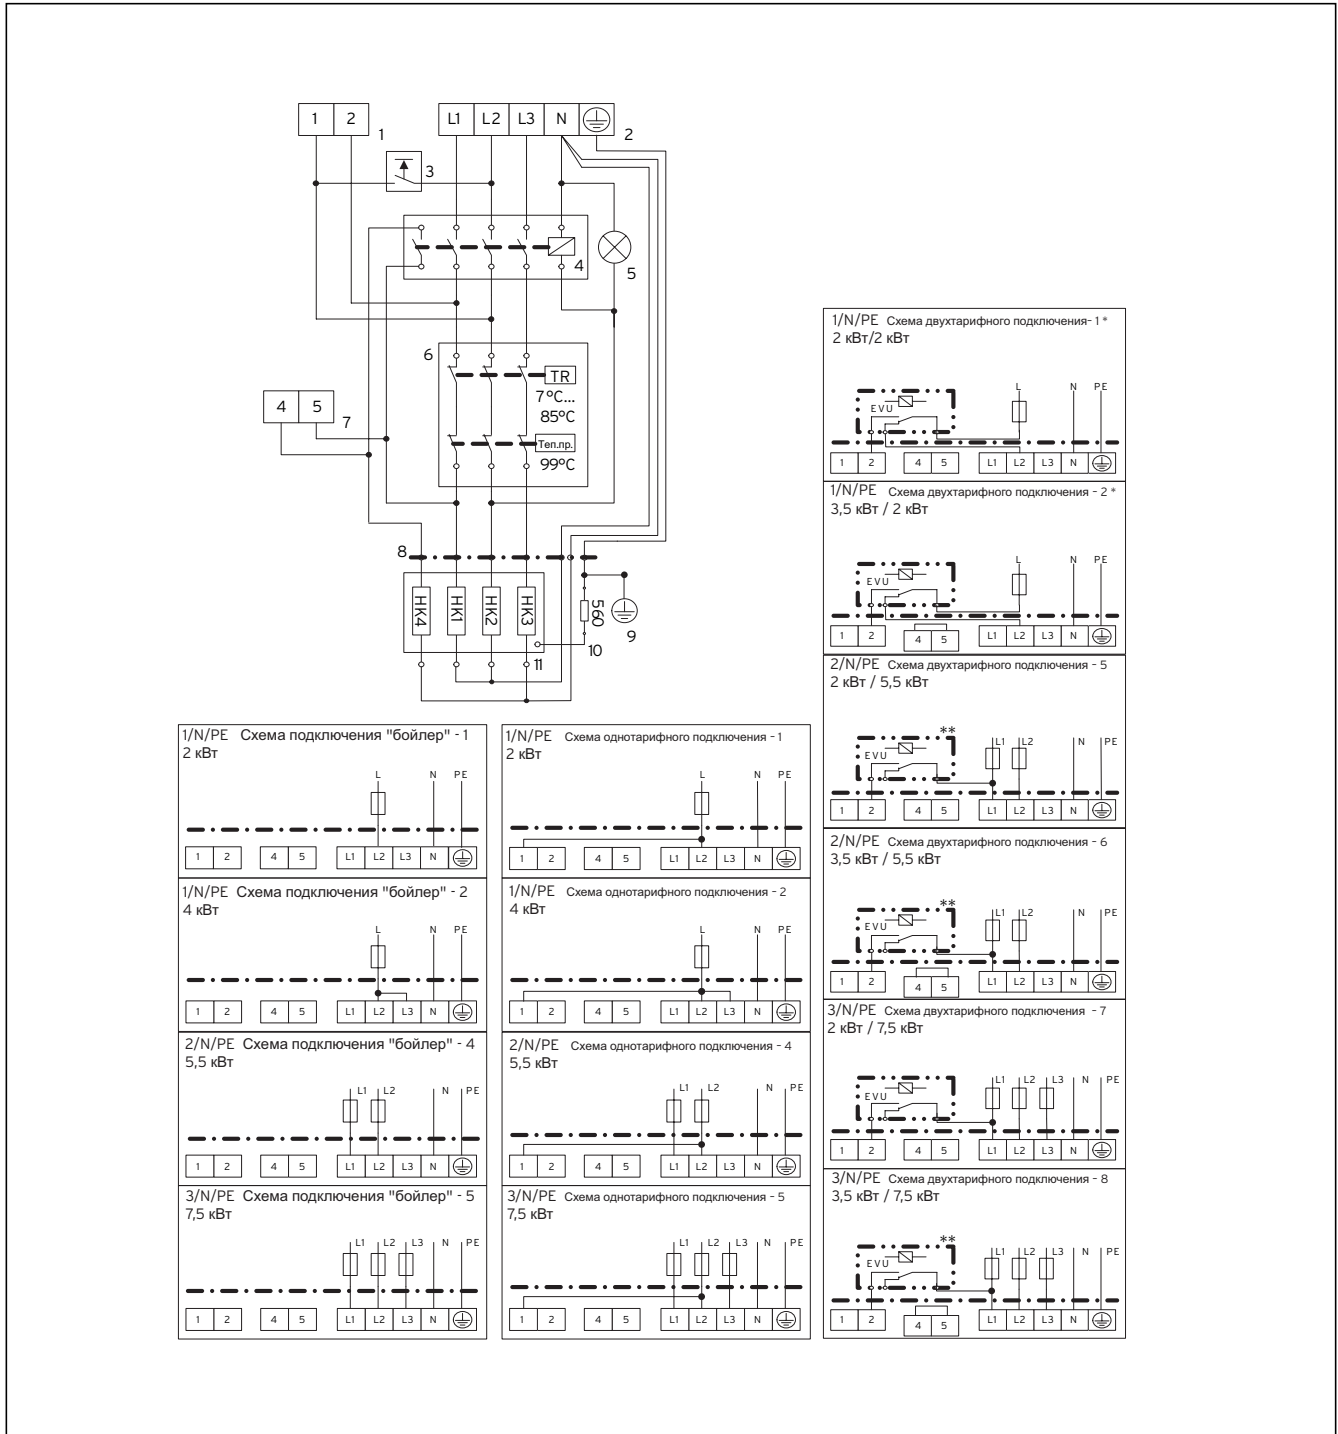
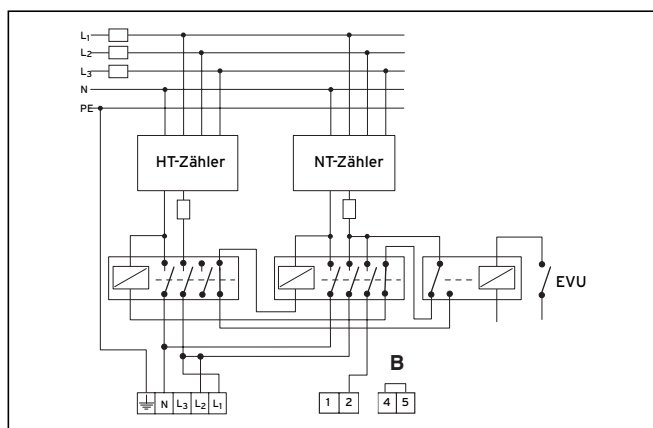
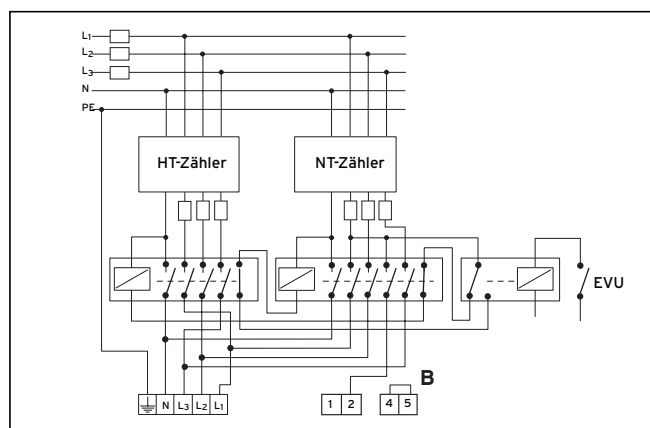

Рис. 8.1 Обзор схемы соединения для eIoSTOR
Рис. 8.2 Однофазное подключение
Рис. 8.4 Трехфазное подключение
- Выполните соединительную электропроводку для указанной в таблице 8.1 мощности согласно соответствующим схемам соединения на рис. 8.1 и рис. 8.2 - рис. 8.4.
**Соблюдайте схему соединений (см. рис. 8.1). Для схемы однотарифного подключения требуется перемычка (1,5 мм2) между L2 и клеммой 1. Для схемы двухтарифного подключения установите управляющий кабель на клемму 2. При схеме подключения "бойлер" управляющих линий не требуется.**
При схеме двухтарифного подключения для схем подключения с низким тарифом можно подключать контакт сигнала предприятия энергоснабжения в соответствии со схемами соединений, приведенных на рис. 8.2 - 8.4. Это гарантирует включение основной нагрузки предприятием энергоснабжения. Выберите мощность на основе времени разблокировки ПЭС для низкого тарифа (обычно 4 либо 8 ч).